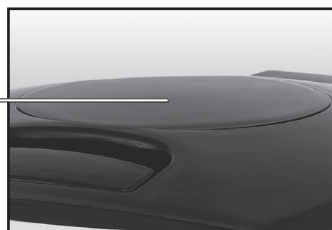

рис.4
- при нажатии на кнопку панели управления (рис.4).